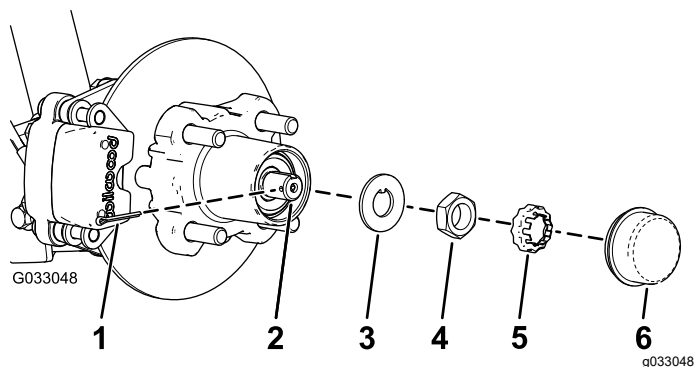
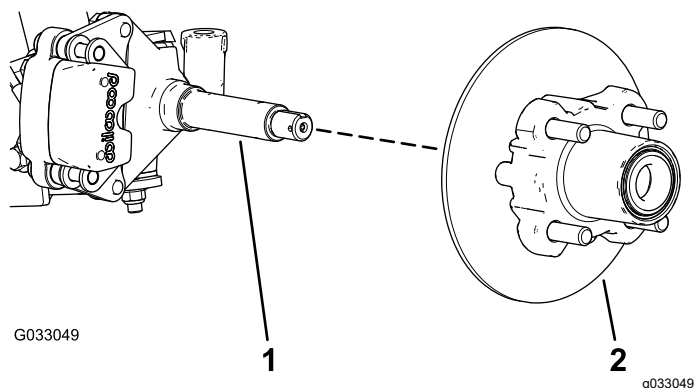

Figura 27
Figura 28
4. Retire el tapón guardapolvo del cubo (Figura 27).
5. Retire la chaveta y el retén del eje/tuerca del eje (Figura 27).
6. Retire la tuerca del eje y separe el conjunto de cubo y rotor del eje (Figura 27 y Figura 28).